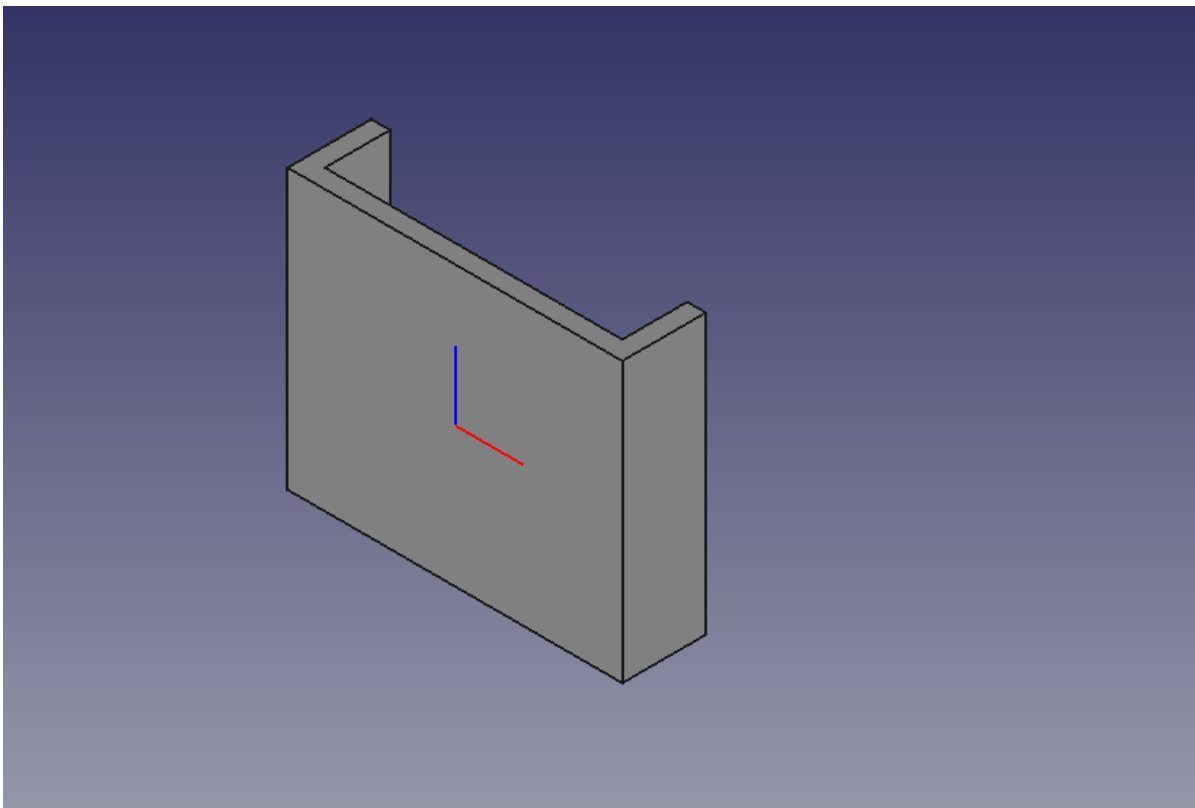

Рис. 3. Заготовка держателя
7. Применяем операцию «выдувания» (**Pad**) к данному эскизу вдоль оси Z, задав в диалоге «**Pad parameters**» размер «выдувания» (length: 30mm) и симметрию относительно начала координат (Symmetric to plane). На Рис.3 можем видеть результат данной операции в виде заготовки держателя.